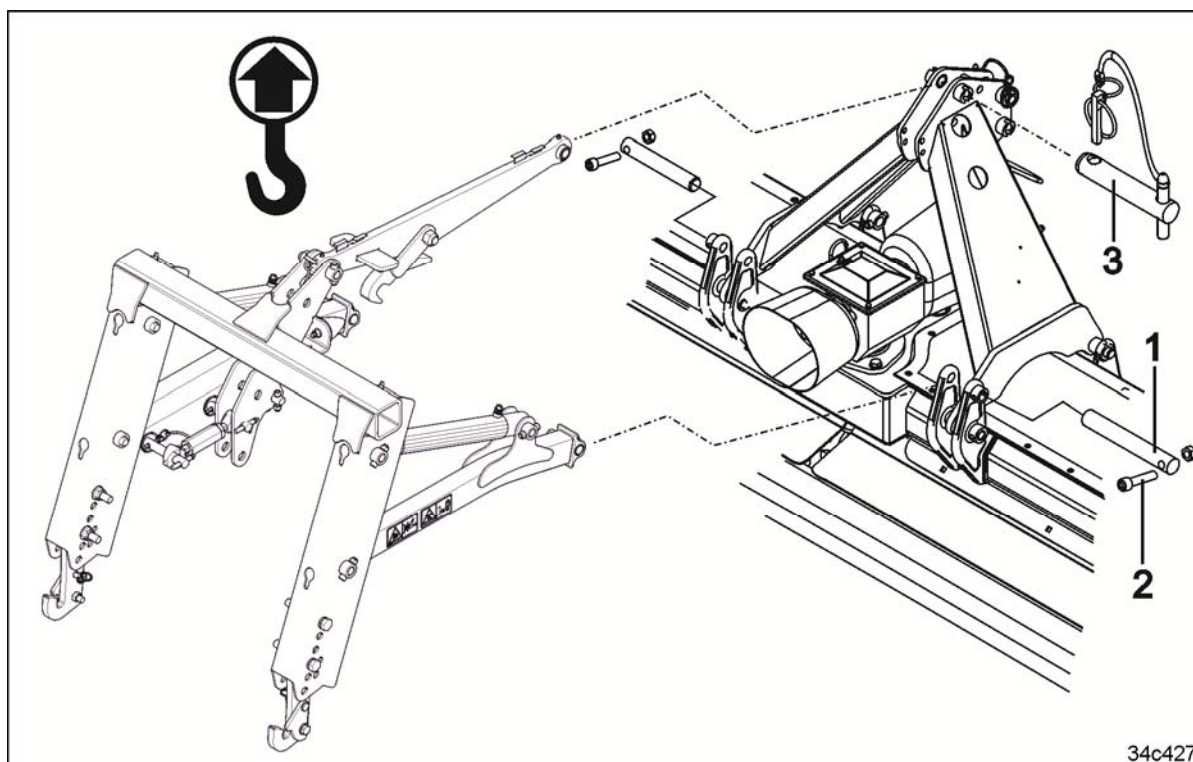

Рис. 87
5. Закрепите подъемную раму в нижних шарнирных соединениях. Зафиксируйте палец (Рис. 87/1) болтом (Рис. 87/2) с гайкой.
6. Закрепите верхнюю тягу пальцем (Рис. 87/3) и вставьте пружинный фиксатор.